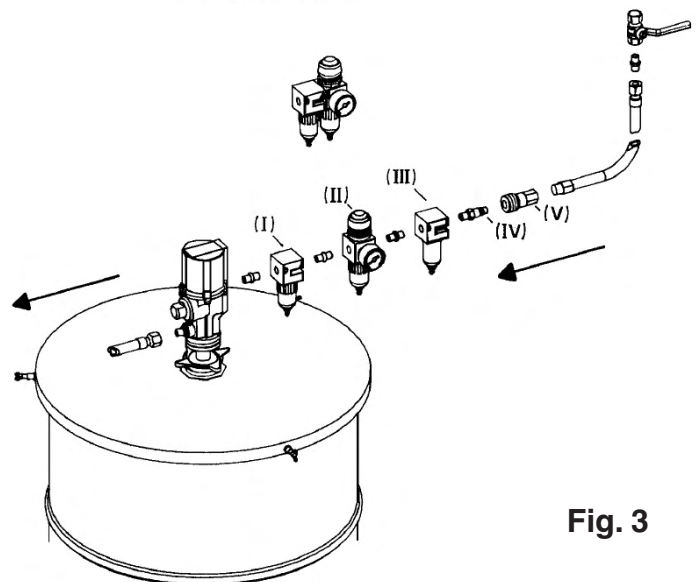

Fig. 3
Installation using a compressed air treatment unit is recommended. In order to improve the efficiency of the pump, under extreme conditions, the installation of a lubricator is also recommended. ATTENTION: The pumps air entry pressure must be limited to 10 bar -140 psi maximum. If necessary, a pressure regulator must be installed. In case you mount these elements on a separate basis, the order is indicated on Fig. 3: The lubricator (I) must be placed as close as possible to the air inlet (1/4" FNPT,) followed by the pressure regulator (II) then the filter (III). In the case of pumps not installed on wall support it is very important to equip the pump's air inlet with an adapter for quick coupling (IV) and the air inlet hose with a quick connector (V). NOTE: Make sure all joints and screwed unions are tight.
Se recomienda su instalación utilizando una unidad de tratamiento de aire comprimido (filtro y regulador (A6450)). Con el fin de mejorar la eficiencia de la bomba, bajo condiciones extremas de uso, se recomienda también la instalación de un lubricador (A6430). ATENCIÓN: La presión de entrada del aire comprimido a la bomba deberá limitarse a un máximo de 10 barios - 140 psi. Si es necesario, deberá instalarse un regulador de presión. En caso de que usted instale estos elementos separadamente, el orden de su instalación se indica en la Ilustración 3. El lubricador (I) deberá colocarse lo más cerca posible a la entrada de aire (1/4 pulg FNPT), seguido del regulador de presión (II) y finalmente del filtro (III). (El modelo A6450 es una unidad combinada con un filtro y regulador.) En caso de que la bomba no se instale en un soporte en el muro es importante equipar la entrada de aire comprimido de la bomba con un adaptador para su acoplamiento rápido (IV) y la manguera de aire comprimido con un conector a presión (V). NOTA: Asegúrese que todas las uniones y uniones roscadas estén firmemente apretadas.
L'utilisation d'un dispositif de traitement d'air comprimé (filtre et régulateur [A6450]) est recommandée. Pour améliorer l'efficacité de la pompe dans les conditions extrêmes, il est également recommandé d'installer un lubrificateur (A6430). ATTENTION. - La pression d'admission de l'air comprimé ne doit pas dépasser 10 bar (140 psi). Le cas échéant, installer un régulateur de pression. En cas de montage de ces éléments, la séquence d'installation doit être conforme aux indications de la figure 3 : Le lubrificateur (I) doit être placé aussi près que possible de l'admission d'air comprimé (1/4 de pouce FNPT) et doit être suivi par le régulateur de pression (II) et, finalement, par le filtre (III). (Le modèle A6450 est un dispositif combiné filtre-régulateur.) Si la pompe n'est pas installée sur une console murale, il est très important d'équiper son entrée d'air comprimé d'un adaptateur à branchement rapide (IV) et d'équiper l'arrivée d'air comprimé d'un raccord à branchement rapide (V). NOTA. - Veiller à ce que tous les joints et les raccords-unions à visser soient bien serrés.